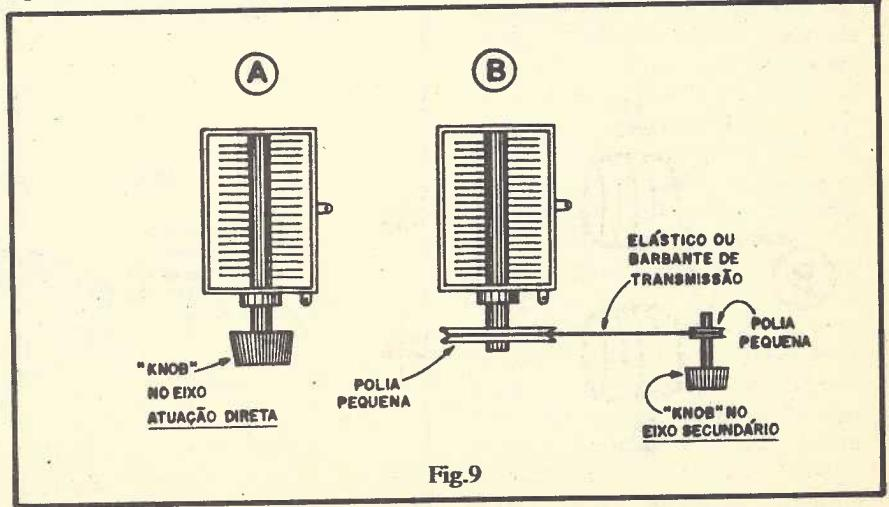

Fig.9
- FIG. 9 - Utilização prática do CAPACITOR VARIÁVEL - Para efetuar a variação na capacidade, existem dois métodos mecanicamente válidos. Um deles (9-A) é acoplar-se um knob ("botão") diretamente ao eixo, para facilitar o manuseio. Esse método portanto, por razões fáceis de intuir, proporciona uma atuação um tanto "brusca" do giro (e, consequentemente, da variação da capacidade...). Para uma possibilidade de ajuste mais "suave", permitindo um ajuste "fino" da capacidade, convém